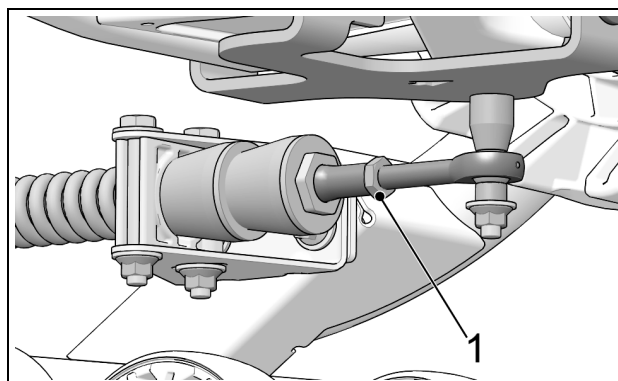

Figure 18
- Resserrer le contre-écrou (1) à un couple de 40 N•m (30 lb•pi). Voir Figure 18.